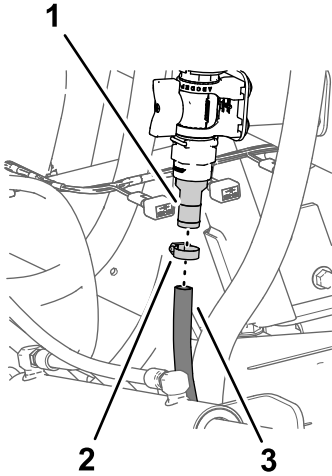

Figura 47
- Conecte la manguera de la lanza de fumigación en el acoplamiento dentado de la válvula de control, y sujete la manguera al acoplamiento con una abrazadera (Figura 47).